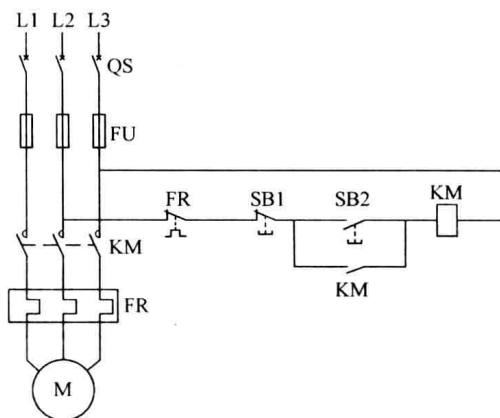

图 1-4 单向运行电气控制电路
在要求电动机起动后能连续运行时，采用上述点动控制电路是不行的。因为要使电动机 M 连续运行，起动按钮 SB 就不能断开，这是不符合生产实际要求的。为实现电动机的连续运行，可采用接触器自锁单向控制电路，如图 1-4 所示。这是一种最常用、最简单的控制电路，能实现对电动机的起动、停止的自动控制、远距离控制、频繁操作等。电动机单向起动电路由主电路和控制电路两部分组成：
①短路保护。图 1-4 所示主电路发生短路时, 通过熔断器 FU 的熔体熔断, 切断主电路。
②过载保护。电动机在运转过程中, 如果长期负载过大或频繁操作等都会引起电动机绕组过热, 影响电动机的使用寿命, 甚至会烧坏电动机。因此, 对电动机要采用过载保护, 一般采用热继电器作为过载保护元件, 电动机过载保护通过热继电器 FR 实现, 由于热继电器的热惯性比较大, 即使热元件上流过几倍额定电流, 热继电器也不会立即动作。因此, 在电动机起动时间不太长的情况下, 热继电器经得起电动机起动电流的冲击而不会动作。只有在电动机运行过程中, 由于过载或其他原因, 使负载电流超过额定值时, 经过一定时间, 串接在主回路中的热继电器的双金属片因受热弯曲, 使串接在控制回路中的动断触头断开, 切断控制回路, 接触器 KM 的线圈断电, 主触头断开, 电动机 M 停转, 达到了过载保护的目。
③欠电压和失电压保护。当电动机正在运行时, 如果电源电压由于某种原因消失, 那么在电源电压恢复时, 电动机就将自行起动, 这就可能造成生产设备的损坏, 甚至造成人身事故。对电网来说, 同时有许多电动机及其他用电设备自行起动也会引起不允许的过电流及瞬间网络电压下降。为了防止电压恢复时电动机自行起动的保护叫失电压保护或零压保护。